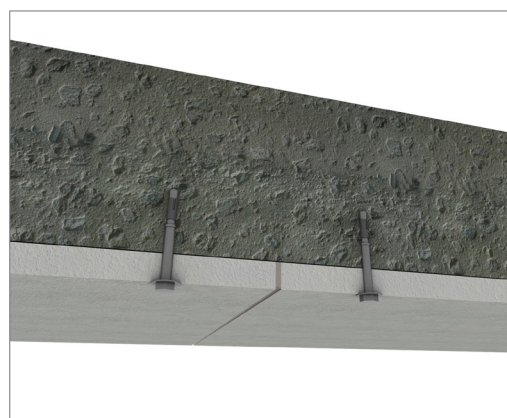

Imagen 2: Junta de dilatación
- Si el espacio entre paneles excede de 3 mm, pero menos de 6mm, el agujero de la junta se debe rellenar con silicona intumescente PassiveTec® XT, como se muestra en la Imagen 2.